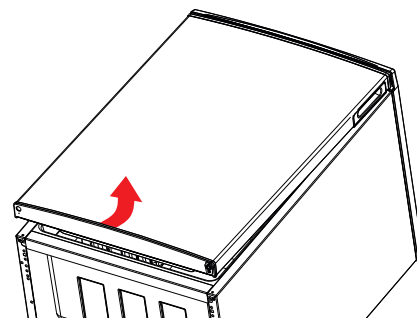

Fig. 3
- ▶ Løft køleskabsdøren let fornedet med begge hænder, og træk køleskabsdøren ud af det øverste hængsel (fig. 3).